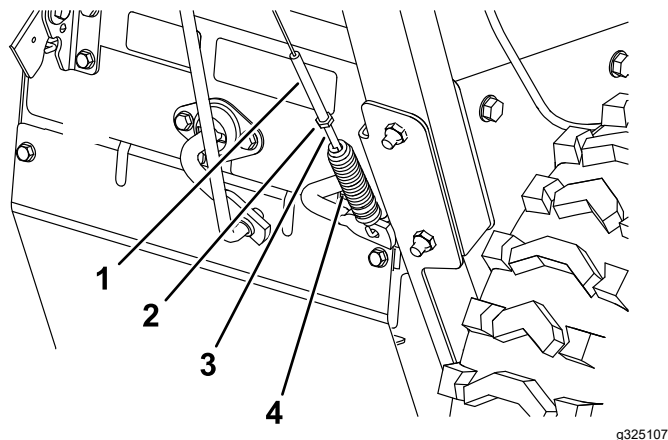
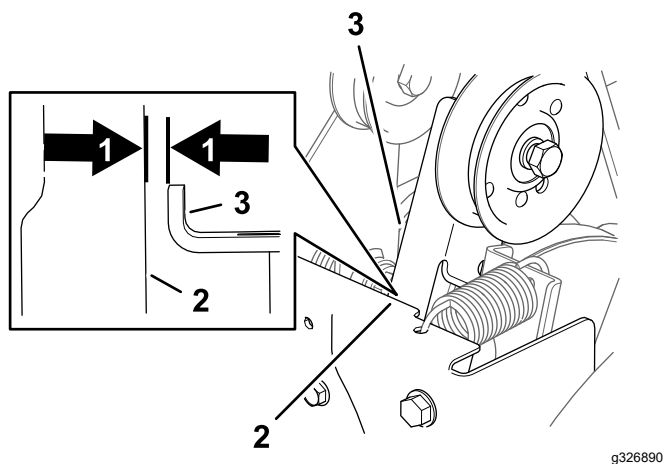

Figura 40
Figura 41
1. Afloje la contratuerca (Figura 40).
2. Gire el ajustador de tensión del muelle hasta que haya un espacio de 1,5 mm entre el bastidor y el brazo del embrague del cepillo (Figura 40 y Figura 41).
3. Apriete la contratuerca (Figura 40).